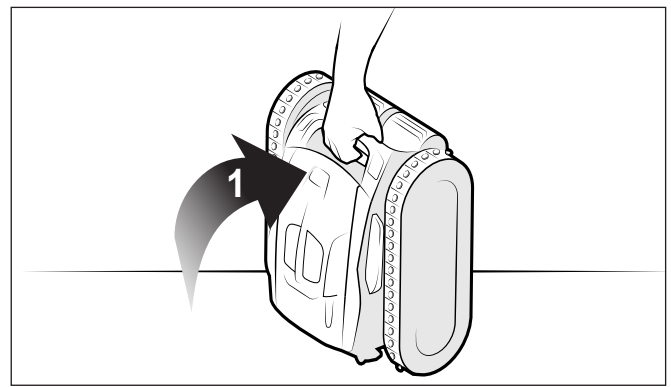

Figura 20. Limpiador en posición vertical
1. Coloque el limpiador en posición vertical para que la manija quede hacia arriba (Figura 20).